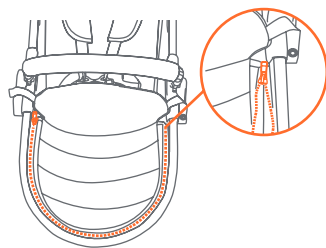
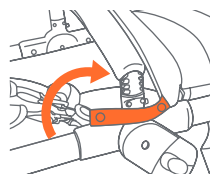

Fig. 5a
Fig. 5b
- 5) • Sujete la Funda al armazón con el cierre (Fig. 5a). Pase las correas alrededor de la Barra parachoques y cierre los botones a presión de la correa (Fig. 5b).